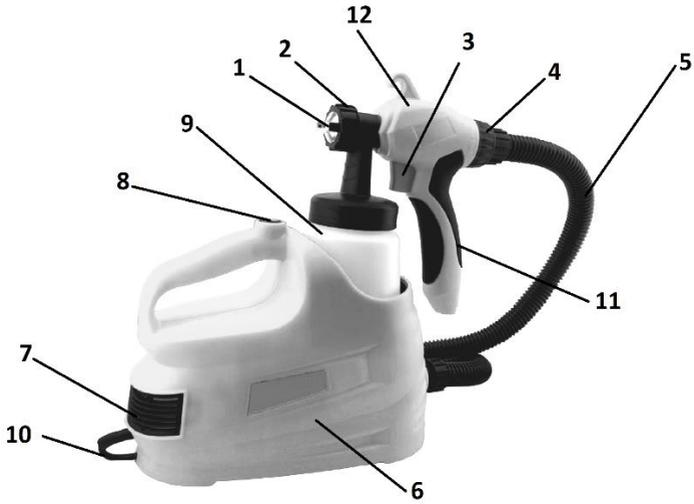

Рисунок 1
- перевірити стан повітряного фільтру під кришкою (7, рис. 1) і за необхідності замінити, з'єднати усі частини виробу;
**4.2** Виберіть необхідний режим роботи виробу за допомогою повітряної головки с соплом (1) та регулятора розходу матеріалу (4) (див. рисунок 1), для увімкнення блока нагнітання повітря натисніть кнопку «увім/вимк» (8). При натисканні куркової клавіші вимикача (3), матеріал через сопло подається для розпилення. Для зупинки розпилення - відпустити клавішу вимикача, для вимкнення виробу необхідно натиснути кнопку «увім/вимк» (8).